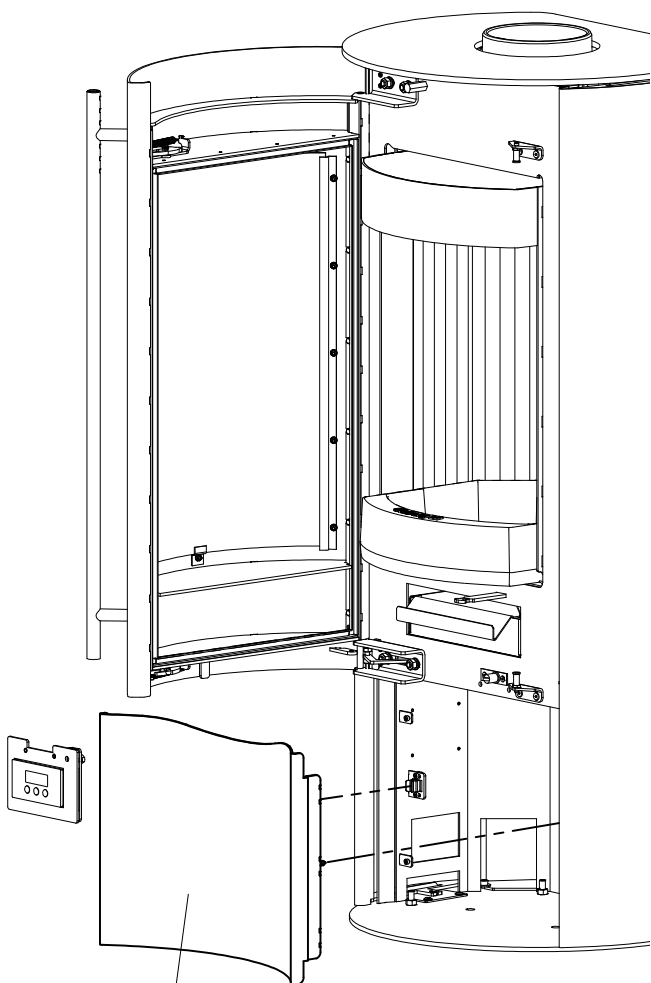

Fig.3
- Extraer el marco frontal inferior (Pos.8, Fig.3) con cuidado hacia delante.
- Montar el marco frontal inferior (8) (Fig.3), pasando el sistema electrónico cableado por el marco frontal inferior a la parte delantera del aparato.